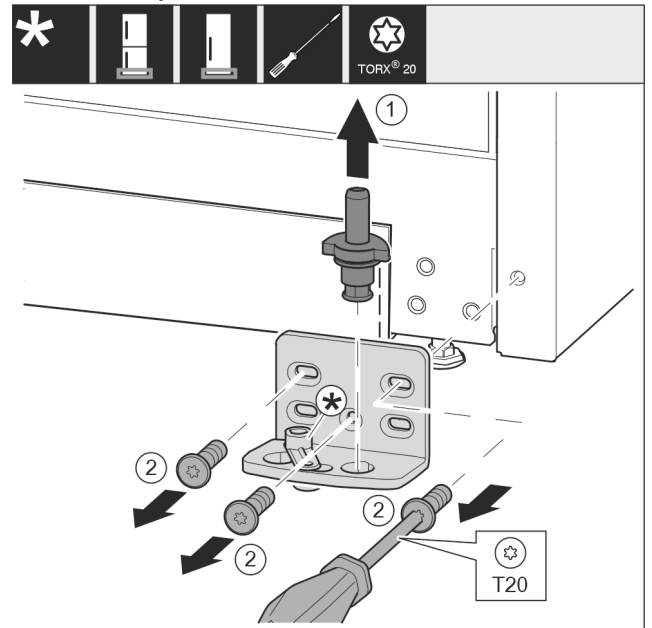

Fig. 10
- ▶ Extraer por completo el perno de apoyo hacia arriba. Fig. 10 (1)
- ▶ Desenroscar los tornillos con el destornillador T20 y retirar el soporte de apoyo. Fig. 10 (2)